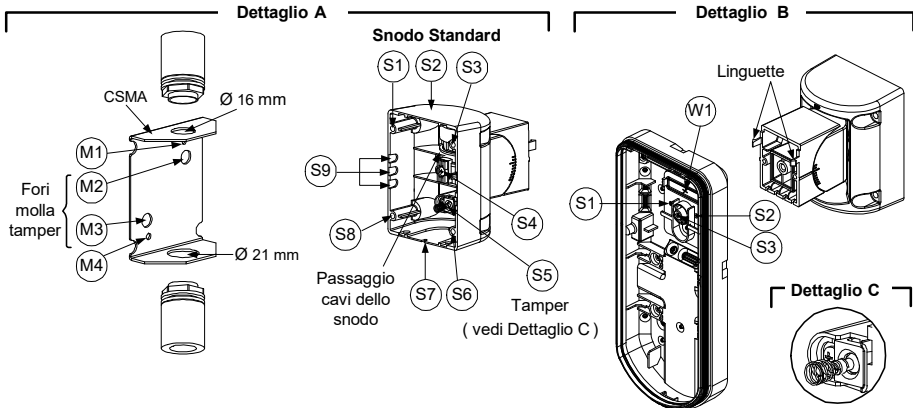

Figura 6
3. Aprire i fori a sfondare della base esterna (figura 6, Dettaglio B)
4. Sullo snodo aprire le predisposizioni per il passaggio cavi S2, S7 o S9 (figura 6, Dettaglio A).
5. Rimuovere il tamper antirimozione dalla base interna (consultare paragrafo "Modifica della posizione del tamper antirimozione") e collegarlo a S5 (figura 6, Dettaglio A) sullo snodo standard..
- a. Inserire il cavo esterno attraverso le predisposizioni S2, S7 o S9 (incluso i cavi del tamper) ed estrarlo facendolo passare attraverso il passaggio cavi dello snodo (figura 6, Dettaglio B).
(utilizzare l'adattatore metallico per tubo elettrico - CSMA, figura 6, Dettaglio A)
- f. Inserire i cavi esterni e i cavi del tamper che arrivano dal tubo elettrico facendoli passare tramite il passaggio cavi dello snodo (Figura 6, Dettaglio A).